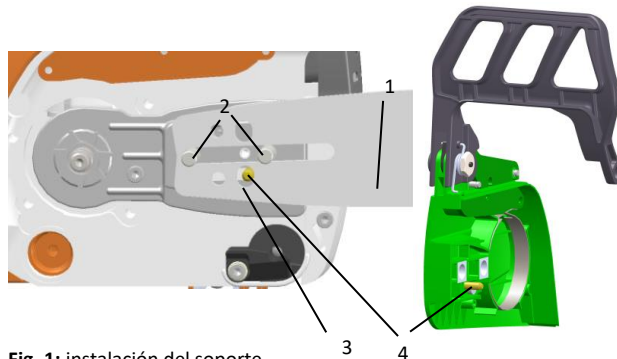

Fig. 1: instalación del soporte
- > Coloque la barra guía (1 - Fig. 1) entre los tornillos (2 - Fig.1) de la misma manera que una barra guía de una motosierra normal.
- > El agujero **(3 - Fig.1)** en el soporte debe ser colocado en el conductor del tensor de la cadena. Dependiendo del tipo de motosierra, ésta se monta m en el lado del motor o en la cubierta **(4 - Fig.1)**.